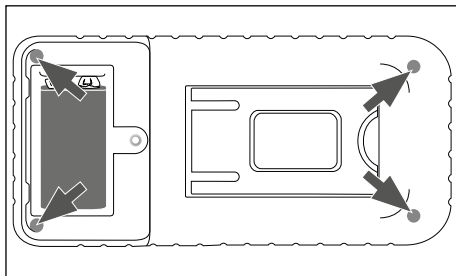

Abb. 5
- ◆ Lösen Sie die vier Schrauben an der Rückseite des Gerätes und entfernen Sie die Rückwand (siehe Abb. 5).